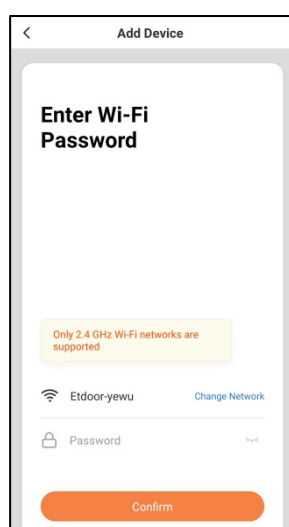
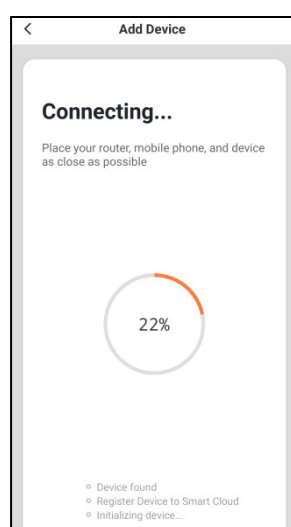
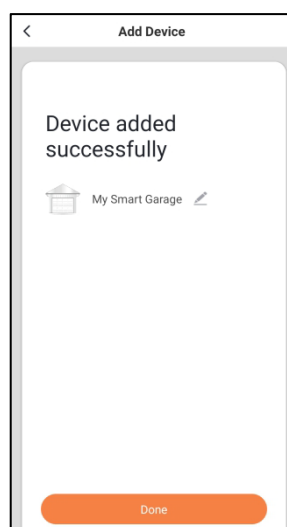

Fig. 15
Fig. 16
Fig. 17
6. Clique no botão "Confirmar" (ver Fig. 15) no aplicativo. O abridor se conectará então à sua rede (veja a FIG 16). Isso pode levar até 2 minutos. Após conectar com sucesso, clique em "Concluído" (veja Fig. 17).